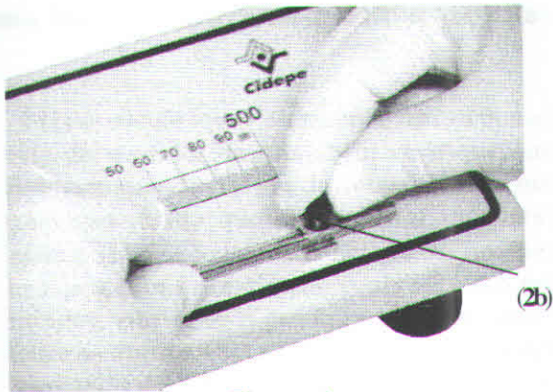

Figura 4
• Passe a extremidade do corpo de prova pelo guia de saída (2b), ultrapassando-o - **Figura 4.**